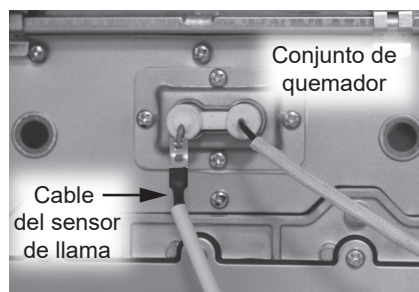

Figura 119 - Retiro el cable del sensor de llama
- 5 Ubique el cable del sensor de llama conectado al conjunto de quemador. Desconecte el cable y déjelo a un lado para un acceso fácil al múltiple de gas. Consulte la Figura 119.
- 32 Ubique el sensor de llama que se desconectó anteriormente del conjunto de quemador en el **Paso 5**. Conecte el cable del sensor de llama. Consulte la Figura 119.